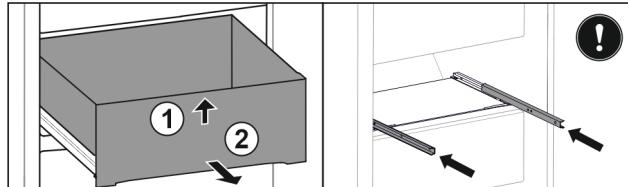

Fig. 38
- Приподнимите выдвижной ящик спереди. Fig. 38 (1)
- Извлеките выдвижной ящик движением вперед. Fig. 38 (2)